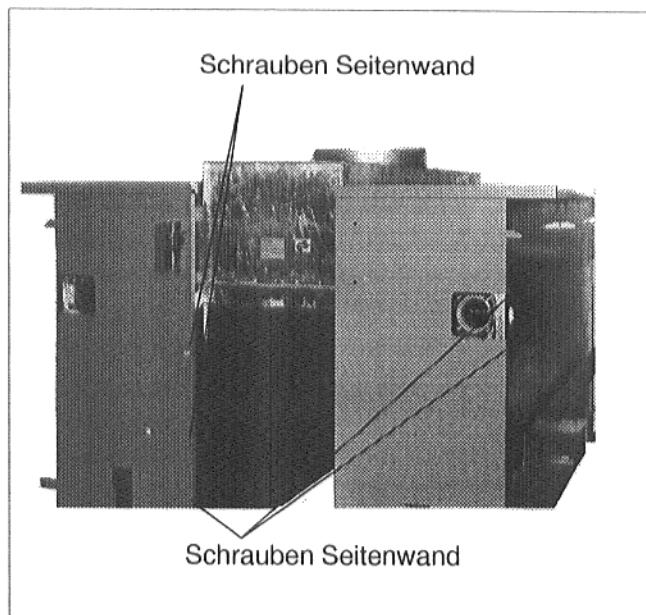

Abb. 3
- Seitenwand auf der Zündgasbrennerseite ausbauen (Abb. 3).